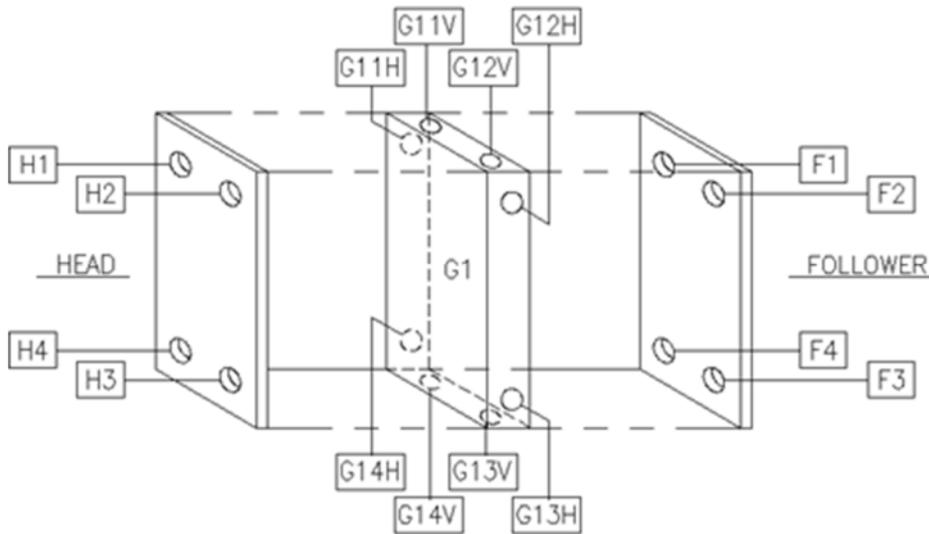

Figura 25: Rotulagem de cabeçote, placa móvel e grade de conexão
A rotulagem do cabeçote, da placa móvel e da grade de conexão é mostrada na **Figura 25**.
**Nota:** Todas as conexões possíveis são mostradas na **Figura 25**. Somente a conexão fornecida será mostrada no desenho do cliente.